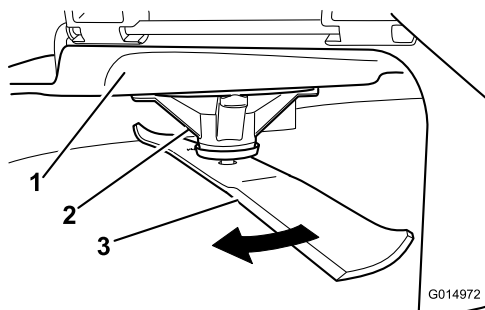

Figure 53
2. Enfilez des gants épais ou utilisez une autre protection adéquate pour les mains, et faites tourner la lame lentement jusqu'à une position permettant de mesurer correctement la distance entre le tranchant et la surface plane sur laquelle se trouve la machine (Figure 53).